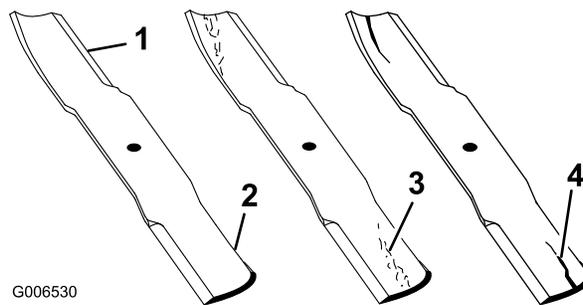

Figura 84
1. Inspeccione as extremidades de corte (Figura 84). Se as extremidades não estiverem afiadas ou estiverem amolgadas retire e afie as lâminas. Consulte Afiar as lâminas (página 61).
2. Inspeccione as lâminas, especialmente a área em curva (Figura 84). Se verificar quaisquer danos, desgaste, ou a formação de ranhuras nesta área (Figura 84), instale imediatamente uma lâmina nova.